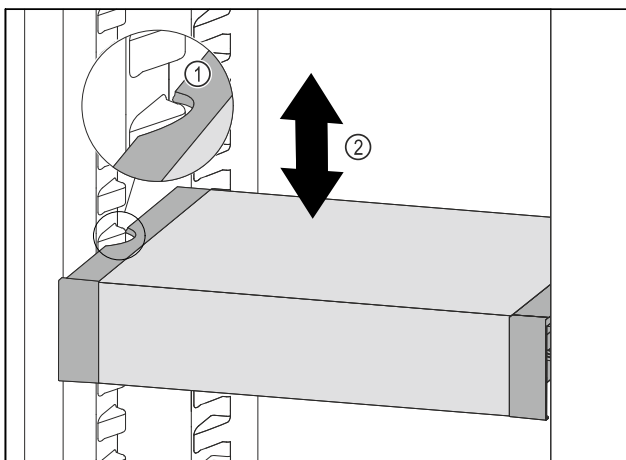

Fig. 159
- ▶ Тяните VarioSafe вперед, пока боковые выемки VarioSafe не окажутся на высоте выступа резервуара в холодильном отделении. Fig. 159 (1)
- ▶ Двигайте VarioSafe в холодильном отделении вверх или вниз, пока не будет достигнута требуемая высота. Fig. 159 (2)